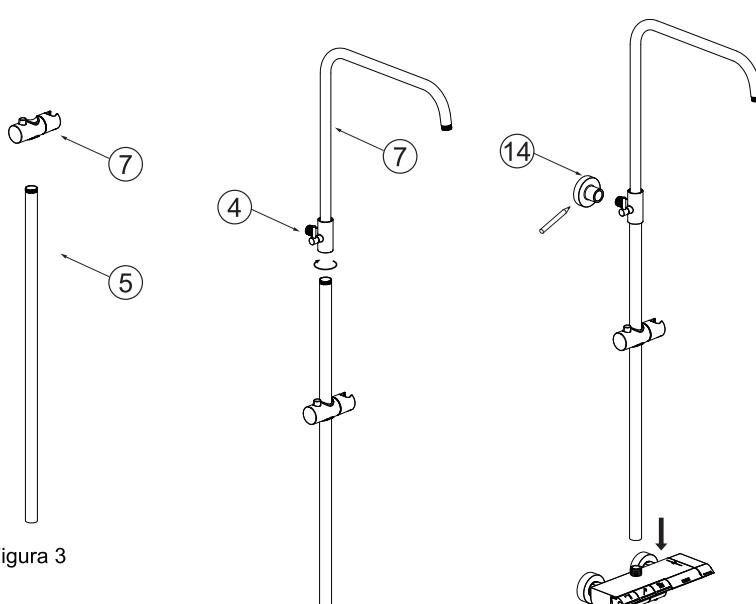

Figura 3
- a) Inserire il cursore sulla barra montante (Figura 3).